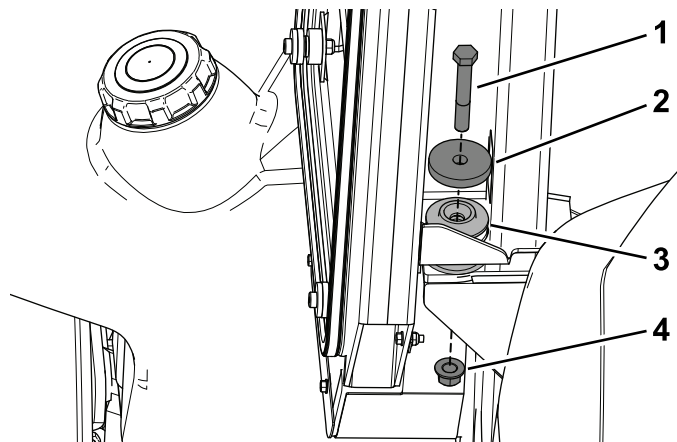

图27
4. 用螺栓 (1/2 x 3-1/4 英寸)、垫圈 (2-1/4 英寸) 和锁紧螺母 (1/2 英寸) 将驾驶室固定到机器后底座上 (图27)。